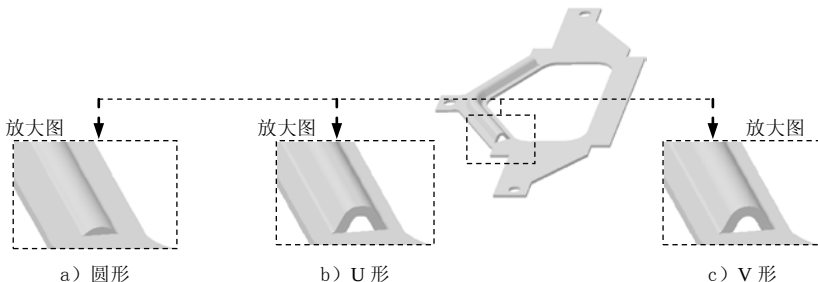

图 6.4.8 设置加强筋的横截面
- **横截面**区域: 用于定义加强筋的横截面类型, 包含**圆形(C)**、**U型**和**V型(S)**3 种类型, 如图 6.4.8 所示。